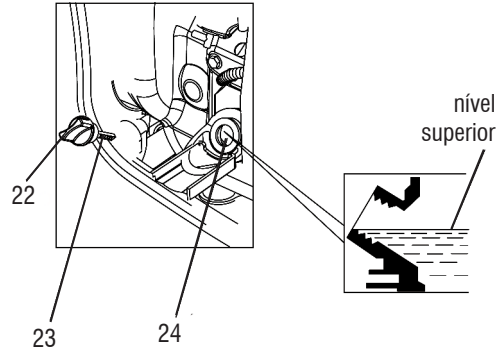

Fig. 13 – Inserindo óleo
3. Remova a tampa do nível do óleo (22) e com o auxílio de um pano, limpe a vareta indicadora de nível (23) (fig. 13);
4. Introduza a tampa do nível do óleo (22) no furo de alimentação sem aparafusar;
5. Retire novamente a tampa do nível do óleo (22) e faça a leitura;
7. Após realizar o procedimento, assegure-se que a tampa do nível do óleo (22) foi devidamente fechada.